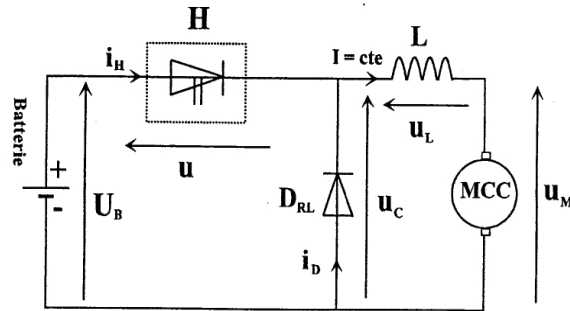

Figure 1
- 2) On se propose de visualiser les variations de la tension  $u_C(t)$  et de l'intensité du courant  $i_H(t)$ . Compléter la figure 1 du document réponse en précisant les appareils et les branchements nécessaires pour visualiser ces deux grandeurs.